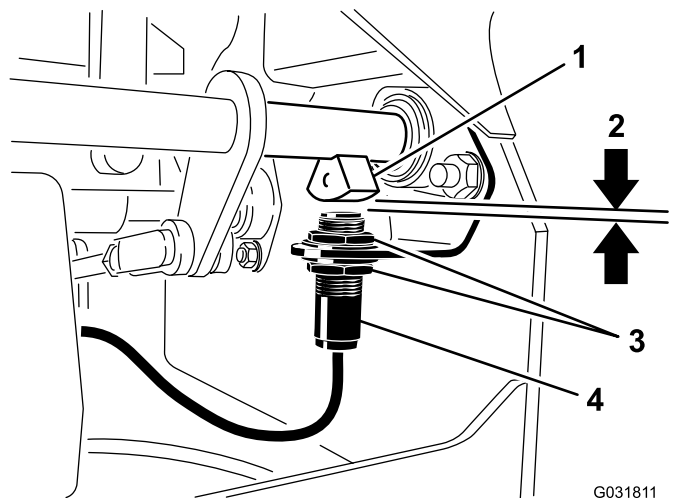

Figure 73
4. Montez ou descendez le contacteur sur le support jusqu'à ce que le capteur d'arbre de frein et le plongeur du contacteur soient distants de 4 mm (5/32 po), comme montré à la (**Figure 73**).